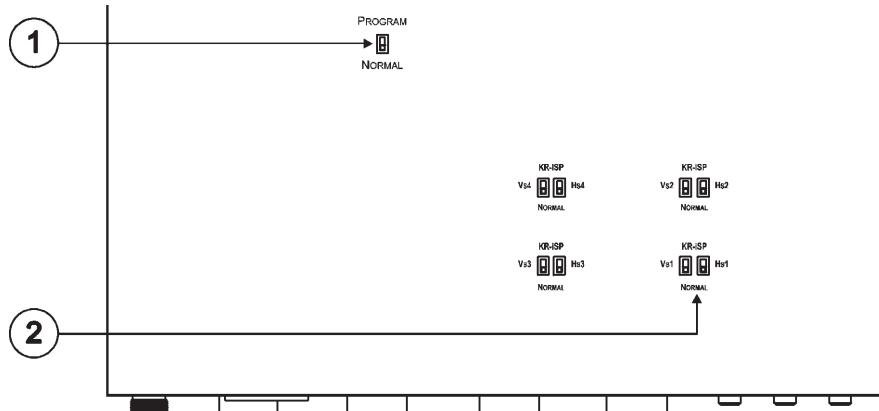

Рис. 2
На рис. 2 изображены элементы нижней панели VP-411DS.
3. На нижней панели прибора переведите переключатель (поз. 1 на рис. 2) в положение PROGRAM